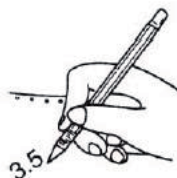

Рис. 3
6. Запишите настройки регулятора натяжения (Рис. 3).